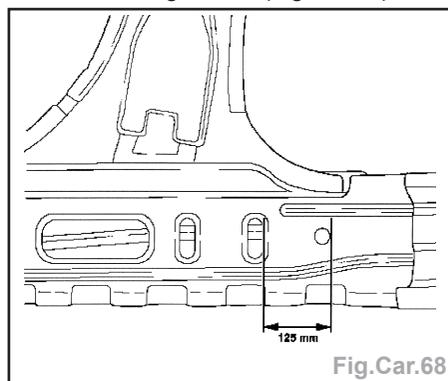

Fig.Car.68
- Séparer le montant B intérieur à 125 mm du trou oblong arrière (Fig.Car.68).